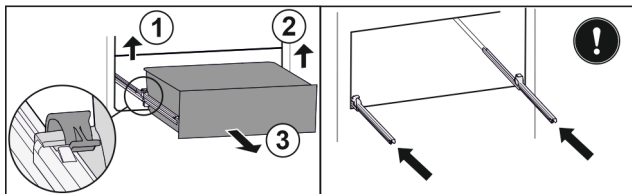

Fig. 155
- Løft den venstre klemme, og træk samtidigt skuffen i venstre side fremad. Fig. 155 (1)
- Løft den højre klemme, og træk samtidigt skuffen i højre side fremad. Fig. 155 (2)
- Tag skuffen ud fremefter. Fig. 155 (3)